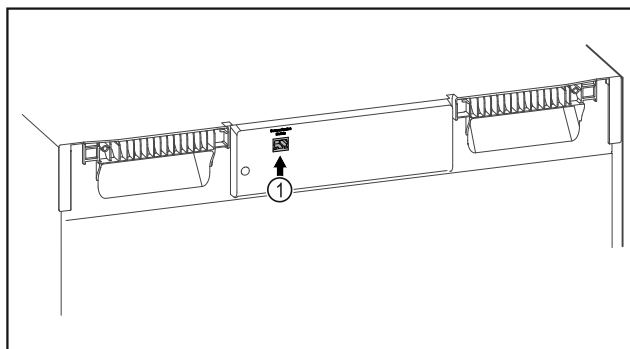

Fig. 126
- SmartModule Fig. 126 (1) se rabi.